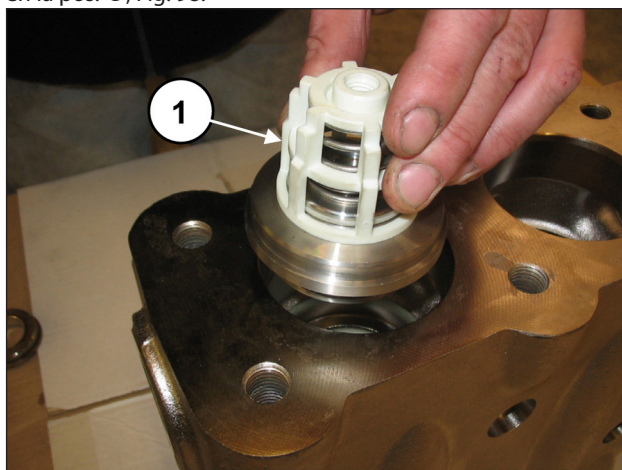
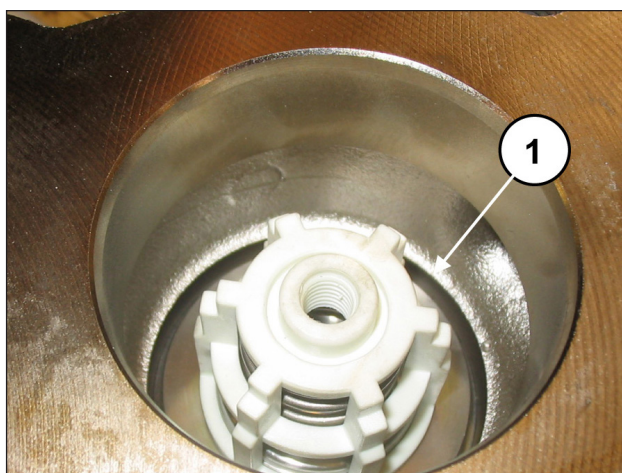

Fig. 97
Fig. 98
Introducir el grupo de la válvula de envío (pos. ①, Fig. 97). El grupo de la válvula se ha de introducir a fondo como se indica en la pos. ①, Fig. 98.